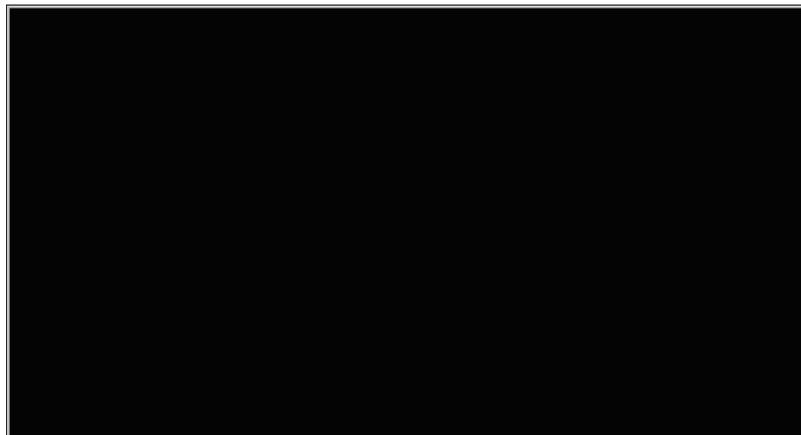

Рисунок 2. Графическое окно
- **Графическое окно** – окно, в котором отображается модель (основное рабочее окно) (Рисунок 2).